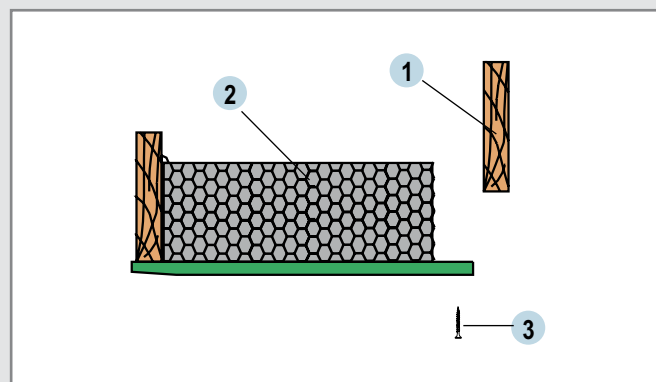
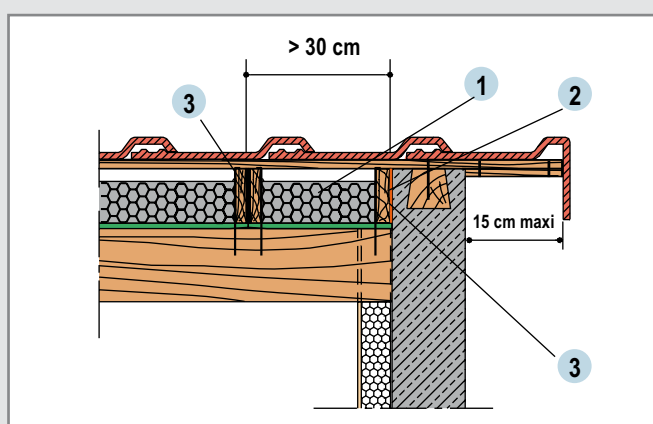

Fig. 16 : Panneau de butée large  $> 30$  cm
Fig. 17 : Débord en pignon avec panne non traversante (panneau de butée de largeur  $> 30$  cm)
Dans ce cas un chevron d'ossature est rapporté sur le panneau découpé, dont on aura préalablement soigneusement découpé l'isolant sur 25 mm (fig. 16). La fixation du chevron rapporté est assurée par clouage ou vissage de la sous-face dans le chevron. Ce caisson de largeur réduite (fig. 17) est alors fixé de la même façon qu'en partie courante.
• **Avec panne non traversante :** l'habillage supportant la couverture ne pourra dépasser du pignon de plus de 15 cm (fig. 17)